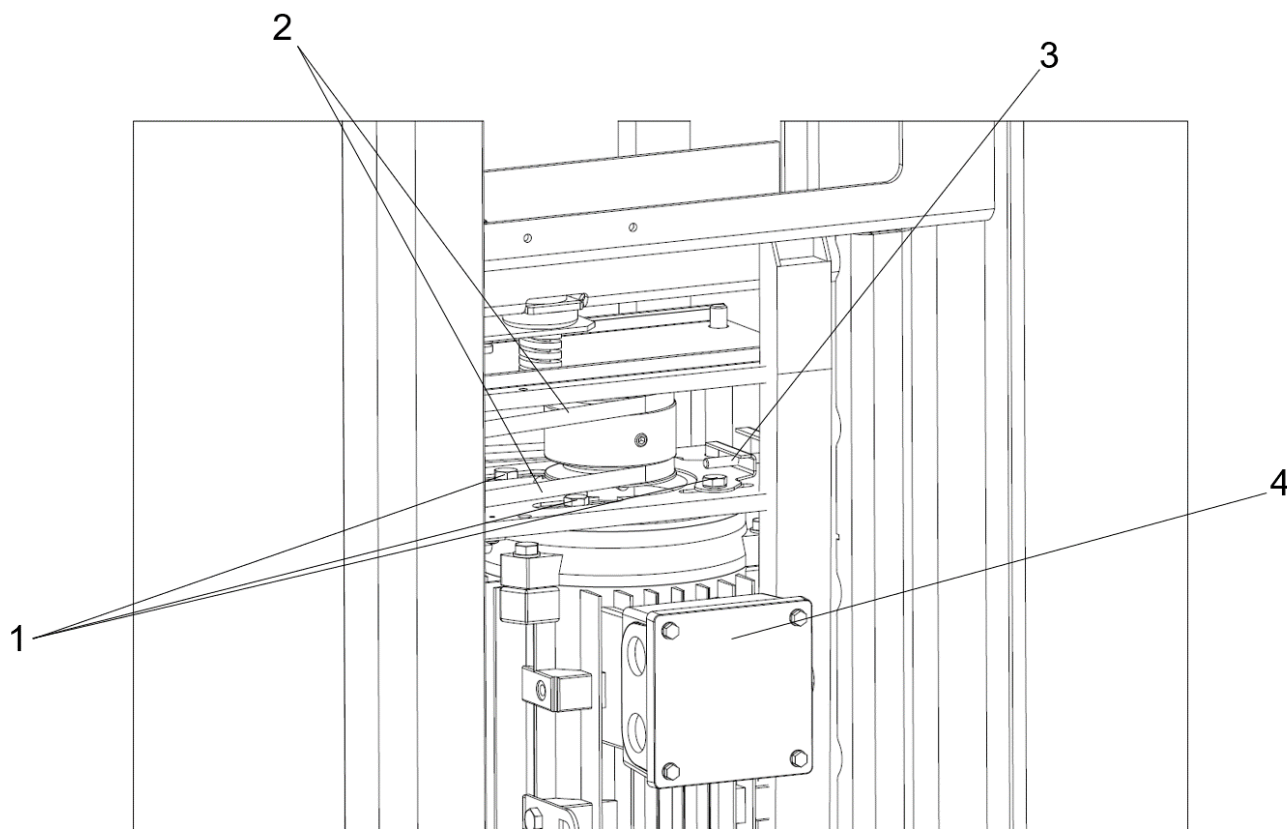

Fig. 26 Uppspänning av motorremmar
1. Spänn remmarna (2) med remspänningsskruven (3). Spänningen ska ligga mellan 230 och 245 Hz, se Fig. 26.
4. Dra åt skruvarna (1) som håller motorn (4).